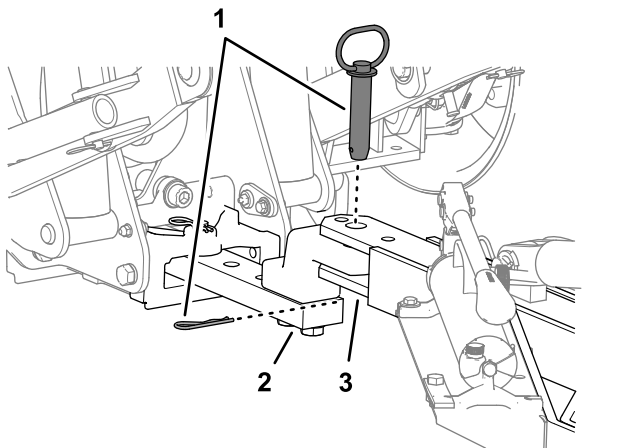

Figura 13
- Allineate il timone dell'arieggiatore alla barra di traino del trattorino e utilizzate la bulloneria dell'attacco del veicolo per fissare l'arieggiatore (Figura 13).